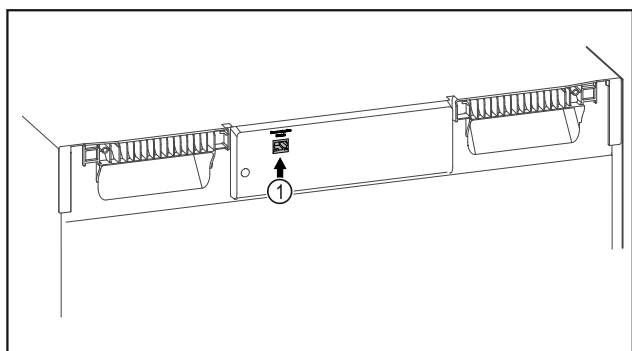

Fig. 79
- SmartModule Fig. 79 (1) on otettu käyttöön.